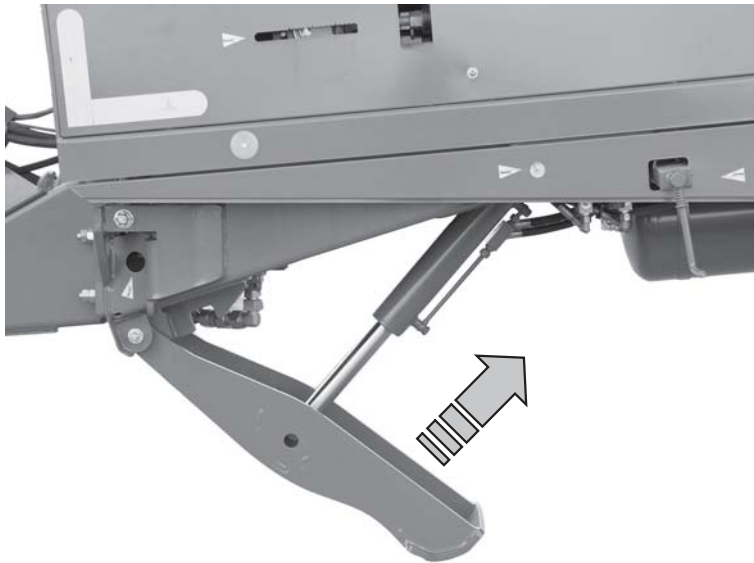

Bild 6.7: Stützfuß einfahren
7. Den hydraulischen Stützfuß der Maschine langsam einfahren. Siehe Bild 6.7.